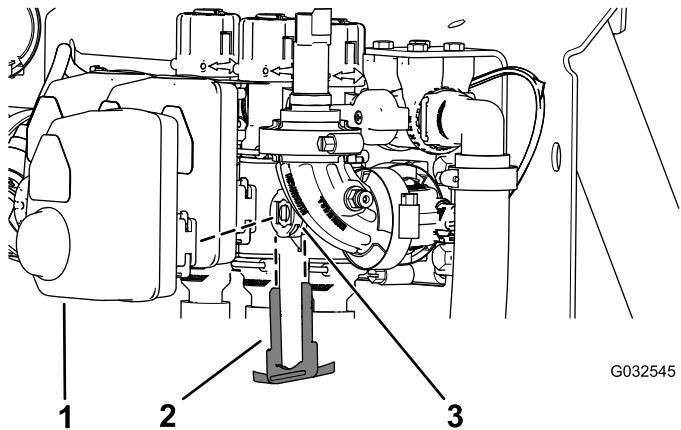

図 122
- アクチュエータを個別ブームバルブまたは攪拌バルブ用のマニホールドバルブに固定しているリテナを外す図 122。